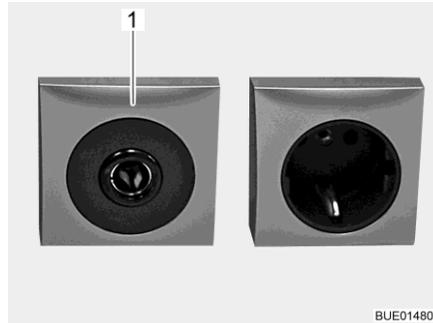

Fig. 133 Caja de enchufe 12 V/10 A
- ▷ Conectar únicamente aparatos con máximamente 10 A a las cajas de enchufe (Fig. 133,1) de la red de a bordo de 12 V.